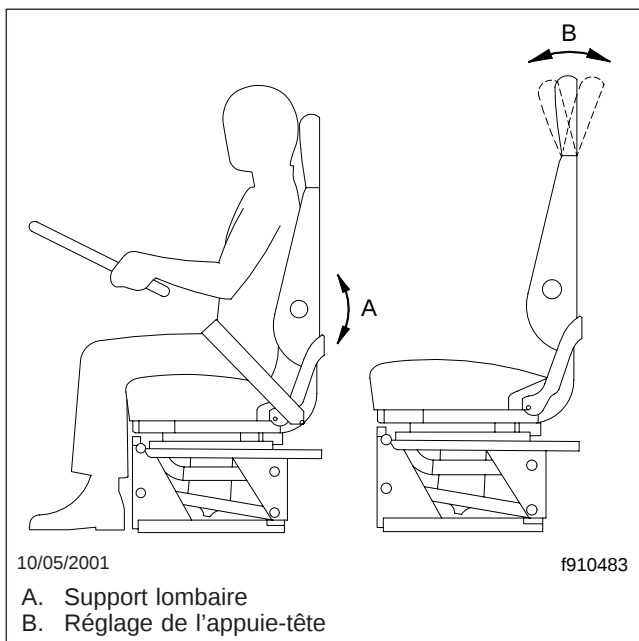

Fig. 3.5, Support lombaire et réglage de l'appui-tête
3. Support lombaire : Le support lombaire modifie la forme du dossier de manière à offrir plus ou moins de support à la partie lombaire (bas du dos) de l'occupant. Ce réglage est mécanique ou pneumatique selon la marque et le modèle du siège. Voir la **figure 3.5**.
4. Appuie-tête : Ce réglage vous permet de modifier l'inclinaison de la partie supérieure du dossier de manière à offrir un appui à la tête et au dos. Voir la **figure 3.5**.